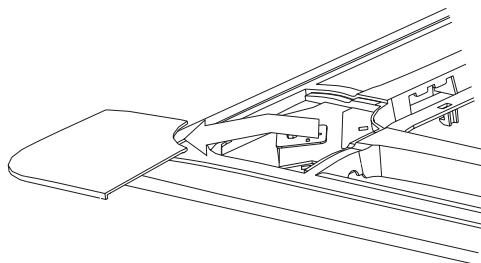

Рис. 3
- Откройте угловые заглушки панели, открутив крепежные болты (рис. 3).